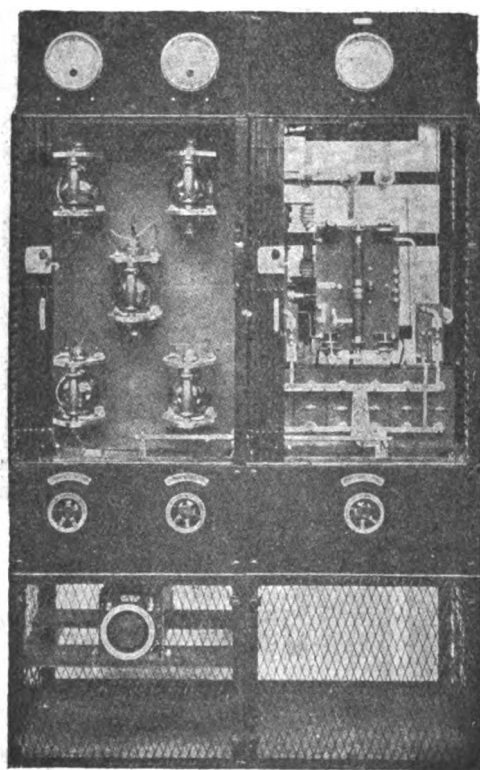

Fig. 1 - Vista frontale del trasmettitore con difese levate
Gli elementi (A) e (B) sono collocati in compartimenti a destra e a sinistra dell'intelaiatura di ferro illustrata nelle Figure 1 e 4. Nella Figura 1 l'elemento per la segnalazione (B) si trova a mano destra, e l'elemento telegrafico ad alta frequenza (A) si trova a mano sinistra.